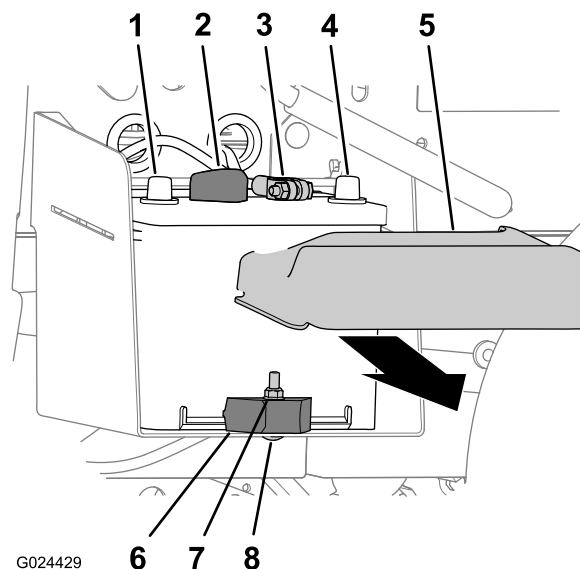

Figure 49
1. Appuyez de chaque côté du couvercle de la batterie et enlevez le couvercle en haut de la batterie (Figure 49).
2. Débranchez le câble négatif de la borne de la batterie (Figure 49).
3. Débranchez le câble positif de la borne de la batterie (Figure 49).
2. Retirez le contre-écrou, le boulon de carrosserie et la barrette qui fixent la batterie à son support (Figure 49).
3. Enlevez la batterie de son support (Figure 49).
1. Alignez la batterie sur son support sur la machine (Figure 49).
Remarque: Vérifiez que les bornes positive et négative de la batterie sont alignées comme montré à la Figure 49.
2. Fixez la batterie à son support au moyen de la barrette de maintien, du boulon de carrosserie et du contre-écrou (Figure 49).
1. Branchez le câble positif à la borne de la batterie (Figure 49).
2. Branchez le câble négatif à la borne de la batterie (Figure 49).
3. Reposez le couvercle au sommet de la batterie (Figure 49).